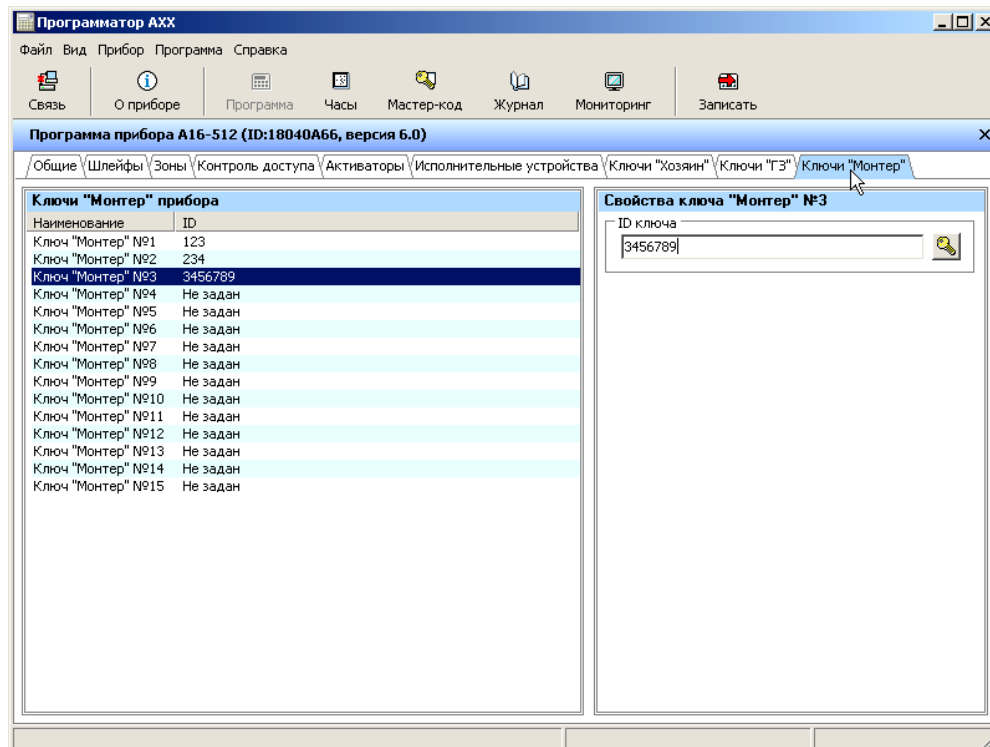

Рисунок 16 – Конфигурирование прибора «А16-512», вкладка «Ключи "Монтер"»
- «Ключи "Монтер"»: вводятся электронные ключи и/или PIN-коды пользователей с правами «Монтер», рисунок 16.
«Общие»: задается тип канала связи и параметры, связанные с выбранным типом канала связи, рисунок 16;